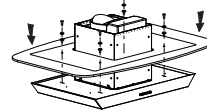

Abbildung 6
– Justieren Sie die 4 Schrauben für das Glas, um zu prüfen, ob das Glas und der Korpus der Dunstabzugshaube verbunden und korrekt befestigt sind (siehe *Abbildung 6*).